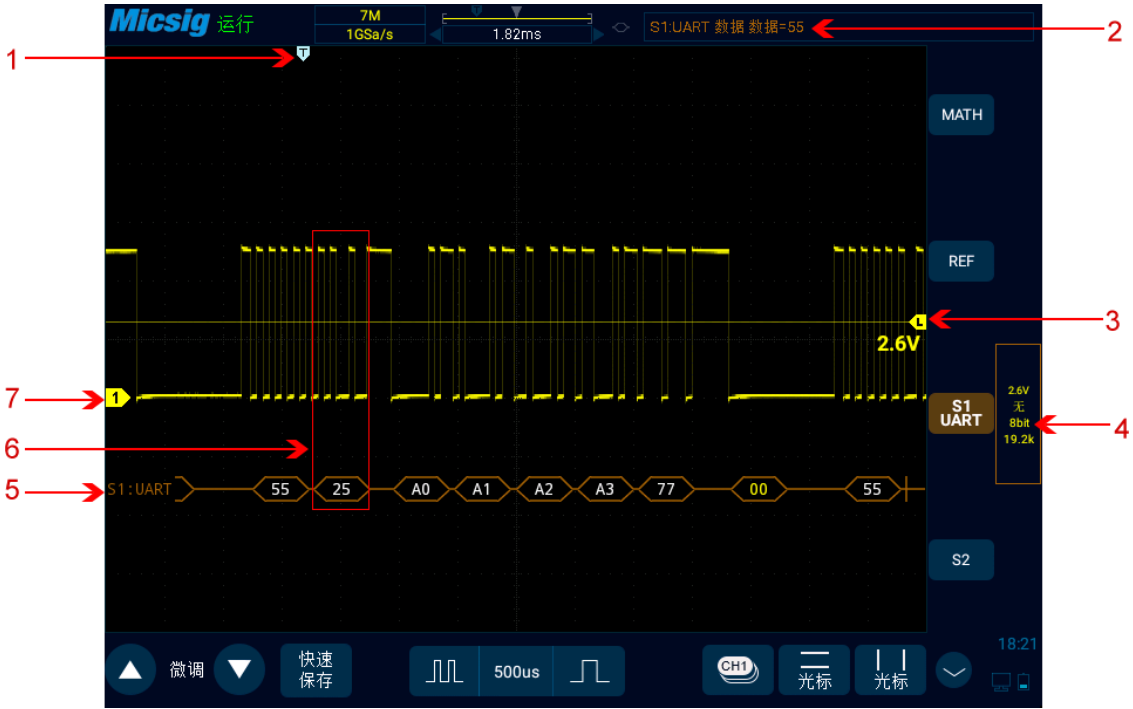

图12-8 UART 图形界面
- (2) 选择总线类型为“UART”，依次点选“Ch1”，“空闲高”，“校验无”，“8bit”，“19.2kb/s”，显示“十六进制”，然后关闭菜单；
- (3) 打开触发方式设置菜单，点选“数据”，手动输入 55，按“enter”确定；
- (4) 根据信号的幅值电平调节阈值电平使信号稳定触发。UART 触发图形界面见图 12-8：